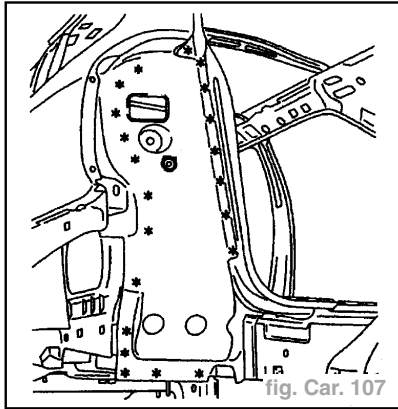

fig. Car. 107
- Dégrafaer les points à l'aide d'une fraise de  $\varnothing = 8 \text{ mm}$  (fig. Car. 107).